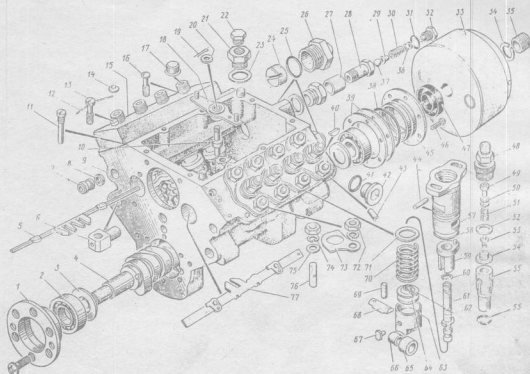

Рис. 1. Топливный насос высокого давления:
2. Отвернуть гайку кольцевую 35 с пружинной шайбой 34, спрессовать муфту опережения впрыска 33 топлива, снять сегментную шпонку 40. (Ключ специальный, съемник муфты опережения впрыска). (Рис. 1.).
16. Отвернуть пробку 26 (рис. 1) рейки, снять кольцо уплотнительное 25. (Ключ гаечный 32 мм).
20. Отвернуть гайки 72 (рис. 1) с пружинными 74, плоскими 75 и стопорными 73 шайбами, снять восемь секций насоса в сборе, снять пята 64 толкателя, толкатель 63, направляющие, штифт установочный 44. (Головка сменная 17 мм, вороток, отвертка 4,0 мм).
26. Вывернуть пробку 32 (рис. 1) клапана перепускного, снять прокладку 31, снять шайбы 36 регулировочные, направляющую 29 клапана, шарик 37, пружину 30, отвернуть корпус 28 клапана, снять транспортную заглушку 27, резьбовую втулку, кольцо уплотнительное. (Ключ гаечный 14 мм, 17 мм, 22 мм).
30. Отвернуть пробку свертыша, свертыш 8, снять прокладку 10 (рис. 1), фильтр 9. (Ключ гаечный 14 мм, 17 мм).